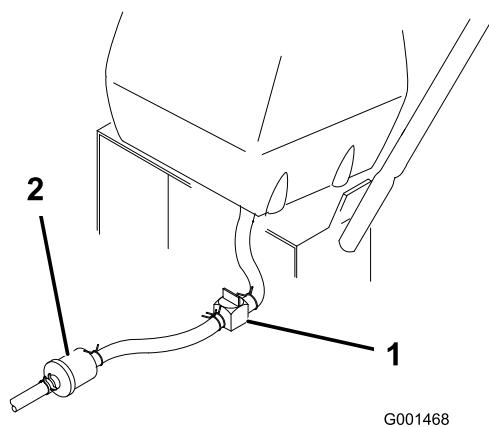

Figure 31
- Fermez le robinet d'arrivée de carburant sur le réservoir (Figure 31).
- Pincez les extrémités du collier de fixation et poussez le collier en haut de la conduite d'alimentation, à l'opposé du filtre à carburant (Figure 31).
- Débranchez la conduite d'alimentation du filtre à carburant (Figure 31). Ouvrez le robinet d'arrivée de carburant et laissez l'essence s'écouler dans un bidon ou un bac de vidange.
3. Fermez le robinet d'arrivée de carburant sur le réservoir (Figure 31).
7. Ouvrez le robinet d'arrivée de carburant sur le réservoir (Figure 31).